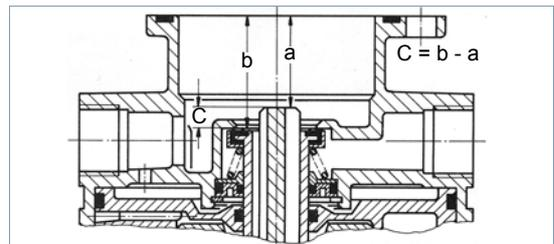

Fig. 3 Dimension C
- Mesurez les dimensions a et b (voir fig. 3), la dimension $C = b - a$.